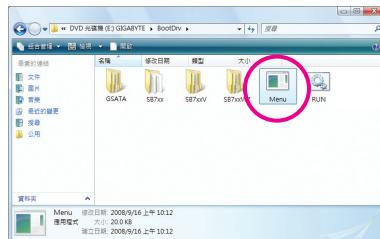
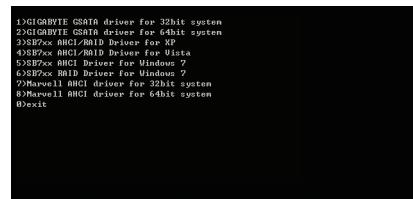

图2
图3
- 2: 进入光盘中「BootDrv」文件夹，双击「Menu.exe」文件(图2)后会出现「命令提示字符」画面，内含如图3的控制器选单。
- 3: 放入空白磁盘。按下SATA控制器驱动程序代码后再按<Enter>键。以图3的选单为例，若要安装Windows操作系统到AHCI或RAID SATA硬盘，请选择「3)SB7xx AHCI/RAID Driver for XP」。接着电脑即会自动复制所需的文件到磁盘中。完成后请按任意键离开。